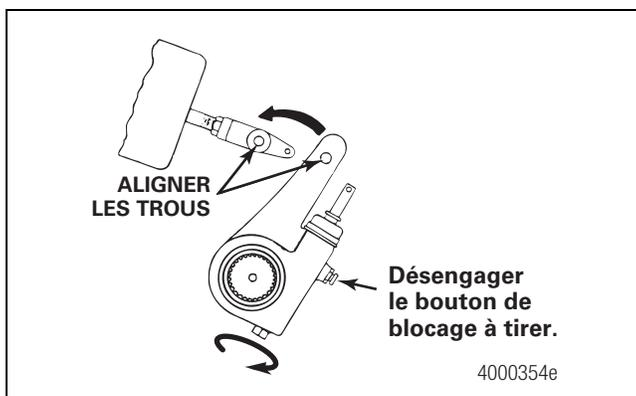

Figure 5.11
11. Désengager le bouton de blocage à tirer. Tourner l'écrou de réglage manuel de manière que les trous du bras du dispositif de rattrapage de jeu et de la chape s'alignent. Figure 5.11.